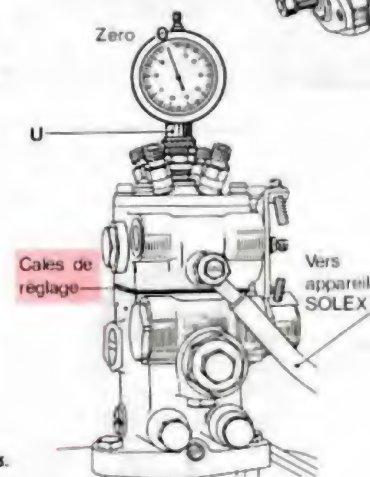

Fig. 55.
I. — Réglage de la pré-course avec l'appareil Solex (fig. 55)
La correction de la valeur de la pré-course est obtenue par l'adjonction ou le retrait de cales de réglage sous le corps du carter de tête hydraulique (fig. 55).